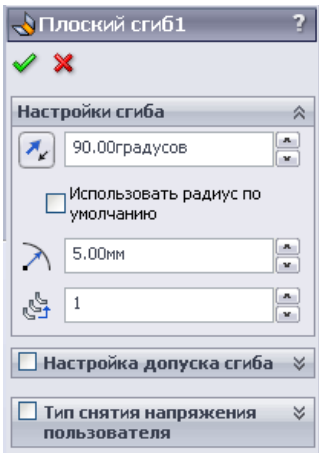

Рисунок 9.12 - Вікно параметрів згину
9. Коли деталь із листового металу вже набула зігнутого стану, можна редагувати радіуси й напрямок (кут) згину. Для цього необхідно вибрати відповідний плоский згин у дереві конструювання, клацнути правою кнопкою миші на назві цього згину й вибрати команду - «**Редактировать определение**». У вікні «Плоский сгиб» можна змінити радіус згину, його кут і напрямок за допомогою кнопки - «**Реверс**» (рис. 9.12).